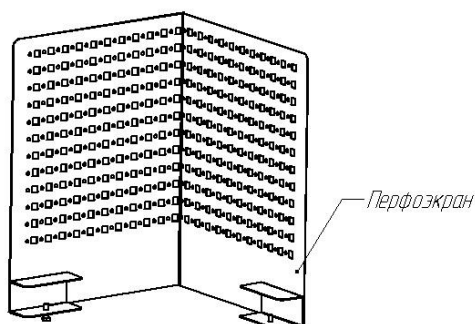

Рис. 8
5.4 Крепление защитного экрана (см. рис. 8) на столешницу.